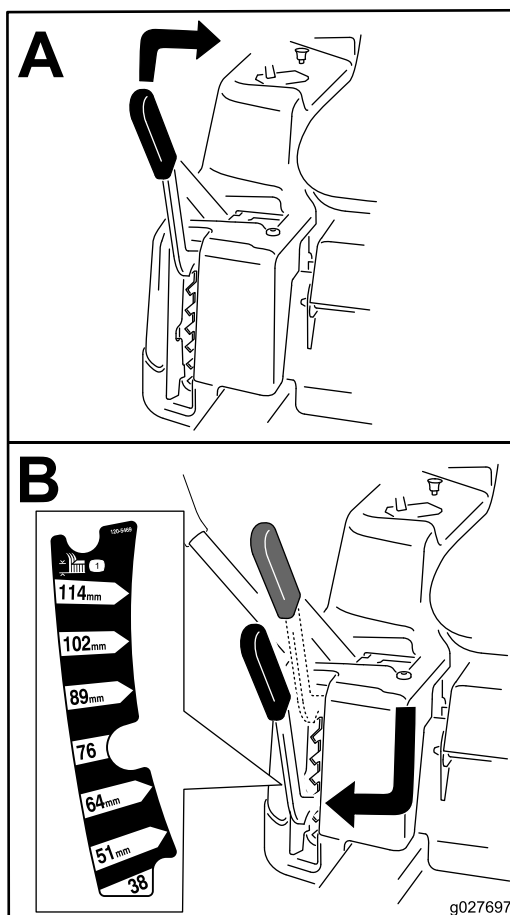

Figura 17
**Nota:** La posición de transporte es la posición de altura de corte más alta (115 mm), según se muestra en Figura 17.
La altura de corte se controla con la palanca situada a la derecha del puesto del operador (Figura 17).